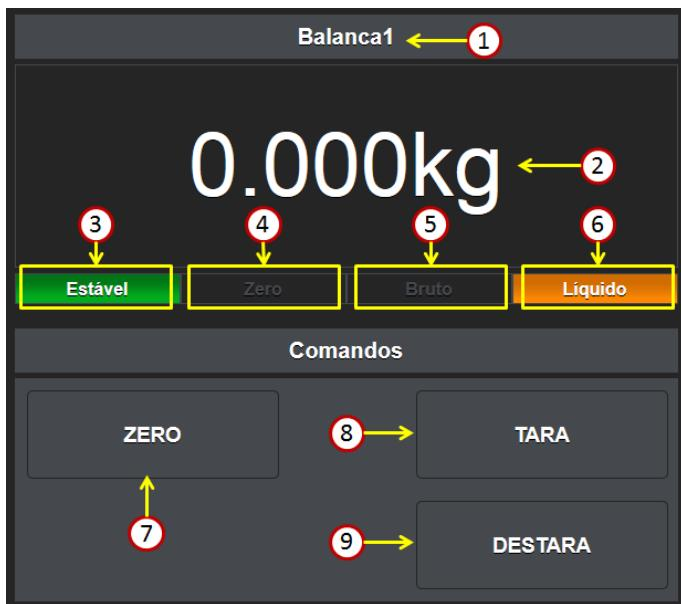
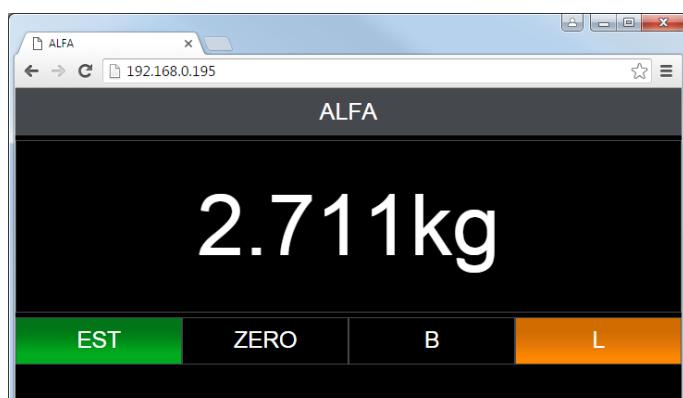

Figura 8 – Detalhamento da tela Indicador de Pesagem
Figura 9 – Exibição do monitor de pesagem em tela cheia.
A **Figura 8** mostra todas as interfaces presentes na tela “Indicador de Pesagem”. São elas:
A tela de indicador de pesagem possui ainda a funcionalidade de display de área em tela cheia. Para ativar esta função basta clicar sobre o tagname (1) da **Figura 8**. Note que no modo tela cheia não é possível realizar qualquer função de TARA e ZERO via **AlfaWebMonitor**, conforme visível na **Figura 9**. Para retornar ao modo completo, basta clicar sobre o tagname do Transmissor de Pesagem Automática 2711 visível na parte superior da tela.